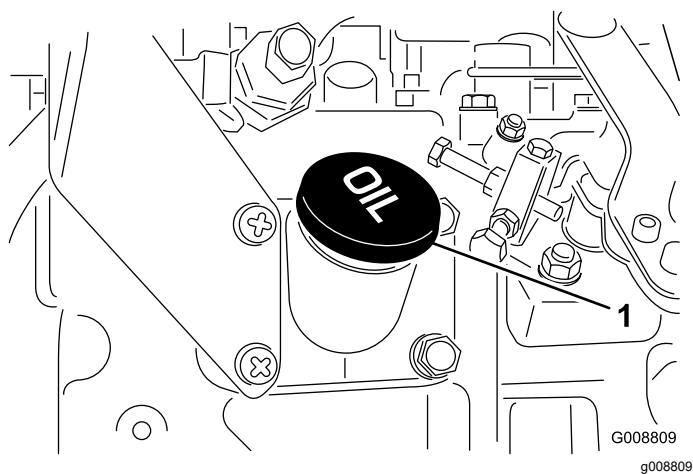

图 34
4. 如果油位低于安全范围应取下加油盖 (图 34)添加机油直至油位达到“已满”标记。切勿过量添加。